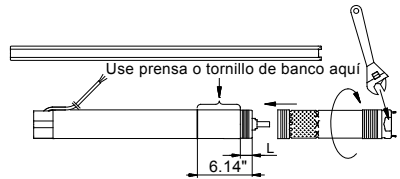

Fig. 11 Bomba en la prensa de banco
1. Coloque el motor horizontalmente en una prensa o tornillo de banco y apriete, ver fig. 11.
Nota: La flecha de la bomba debe encajar con la flecha del motor. Se debe usar una llave de tuercas para las superficies de la abrazadera en la bomba, ver fig. 11.